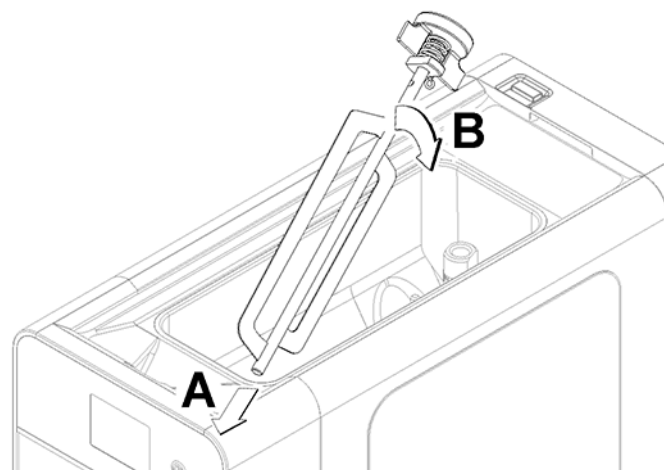

figura 29
- 7 Rimontare l'assieme mescolatore avendo cura di inserire le estremità negli appositi incavi presenti nella vasca superiore. (vedere figura 29)